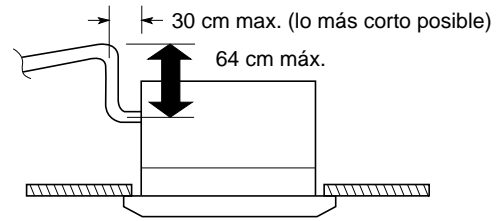

Fig. 3-40
- Si tiene que elevar el tubo de evacuación de condensados, la parte situada directamente después del orificio de conexión puede ser sobreelevada 64 cm. máximo, no más, sino se provocarán fugas de agua. (Fig. 3-40)